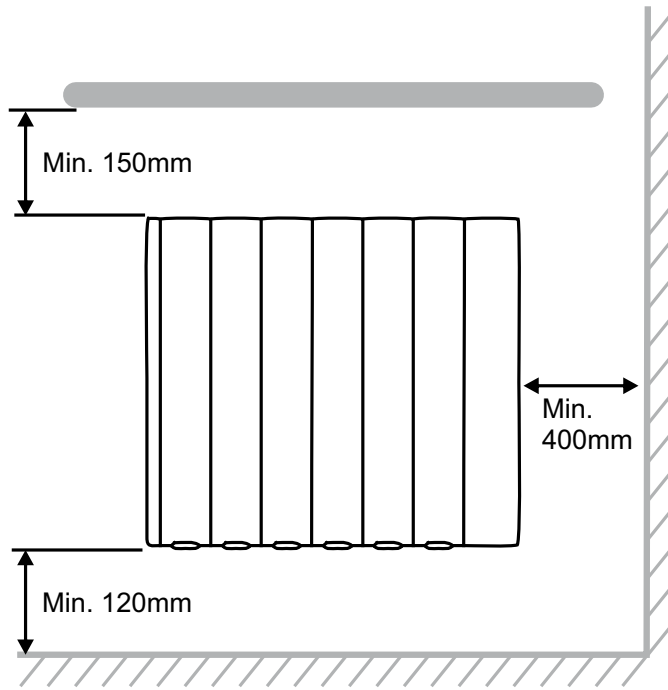

Fig. 1
- Respete las distancias mínimas de instalación indicadas en la **Fig. 1**.
En la medida de lo posible, debería instalar el emisor a ser posible debajo de una ventana, pero de ningún modo en una zona con corrientes de aire. Respetar siempre las distancias de seguridad indicadas para la correcta instalación (**Fig. 1**).